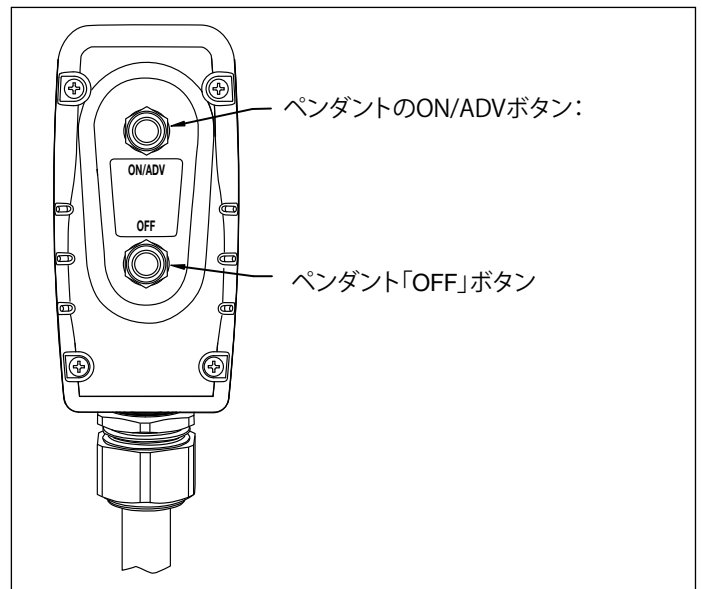

図8 ペンダントのボタン
5.2 ペンダントの操作 (図8参照)
5. ポンプを始動するには、ペンダントの「ON/ADV」ボタンを押します。図8を参照してください。モーターが自動的に始動して、レンチが前進を開始します。ボタンを押し下げている間、レンチは前進し続けます。